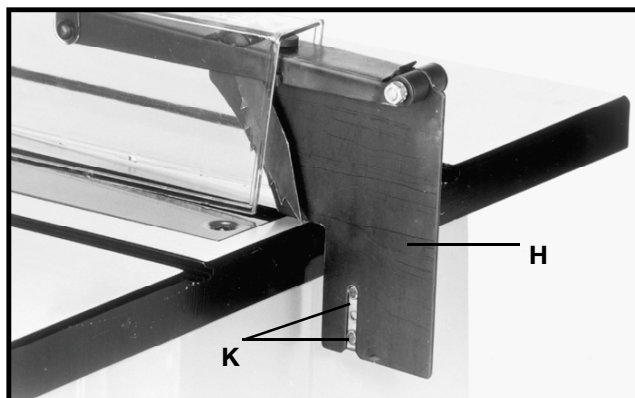

Fig. 13
6. Positionner le couteau séparateur (H) fig. 13, sur le support comme indiqué tout en s'assurant que les deux saillies (K) du support sont à l'intérieur de la rainure du couteau séparateur (H).